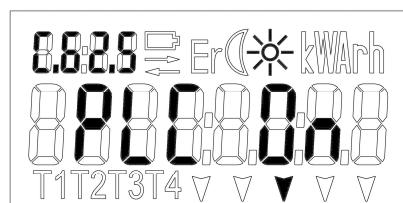

Рис. 6-2 PLC статус “PLC On”
- “PLC On” – Счетчик подключен к сети PLC (см.Рис. 6-2);